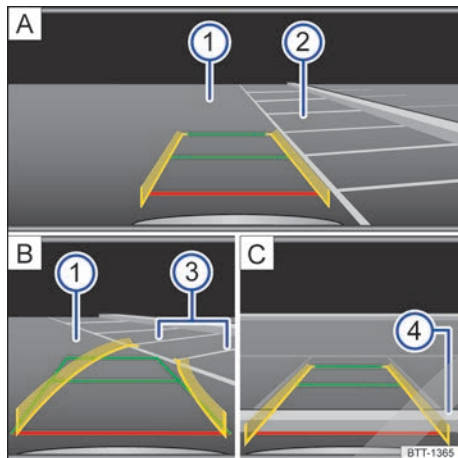

Fig. 160 Visualización en la pantalla del sistema de infotainment: aparcando con el asistente de marcha atrás.
Leyenda de la **fig. 160**:
- Sitúe el vehículo delante del hueco de aparcamiento → **fig. 160** ② **A**.
- Retroceda girando el volante de manera que las líneas amarillas se introduzcan en el hueco de aparcamiento. Las líneas verdes y amarillas tienen que coincidir con las líneas de delimitación laterales → **fig. 160** ③ **B**.
- Detenga el vehículo cuando la línea roja haya alcanzado la delimitación trasera → **fig. 160** ④ **C**.